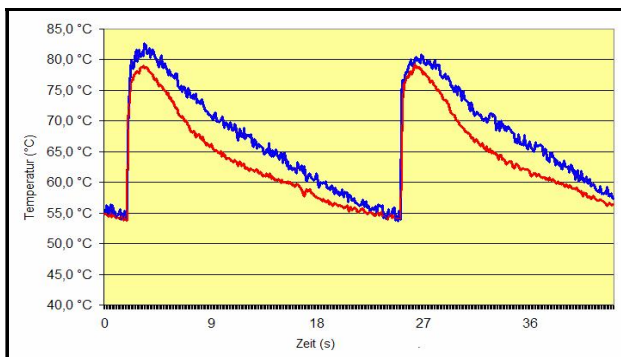

Bild 1: Gezielte Änderung der Abkühlkurven mit Hilfe einer dynamischen Temperierung
- die Abkühlkurve gezielt beeinflusst werden kann, um die gewünschte Formteilqualität einzustellen (Bild 1);